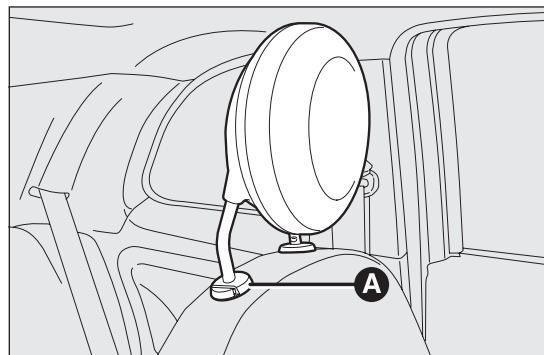

Abb. 21
**Höhenverstellung nach unten:** die Taste A Abb. 21 drücken und die Kopfstütze nach unten verschieben.